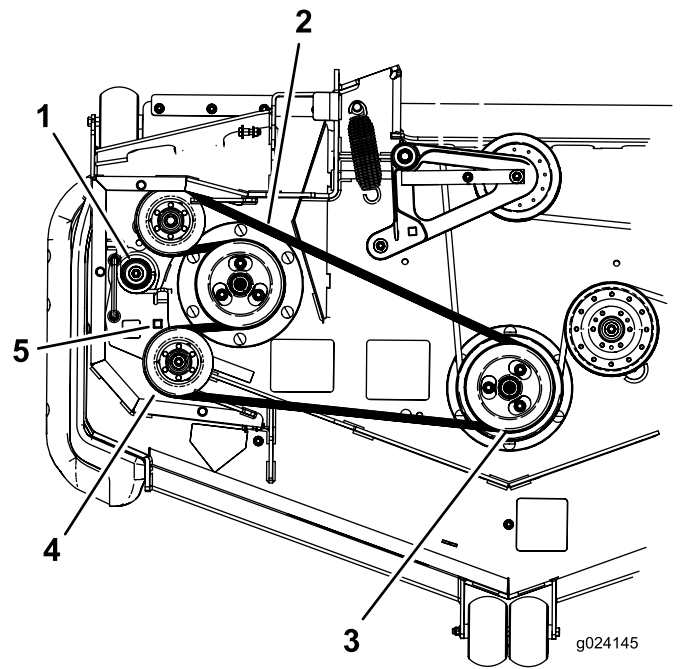

Figura 89
7. Utilice una llave de carraca en el taladro cuadrado del brazo tensor para aliviar la tensión del muelle tensor (Figura 89).
8. Retire la correa de la polea de la carcasa de corte (Figura 89).
9. Retire la correa de las poleas restantes (Figura 89).
11. Utilizando la llave de carraca en el taladro cuadrado, alivie la tensión del muelle y coloque la correa nueva alrededor de la polea tensora (Figura 89).